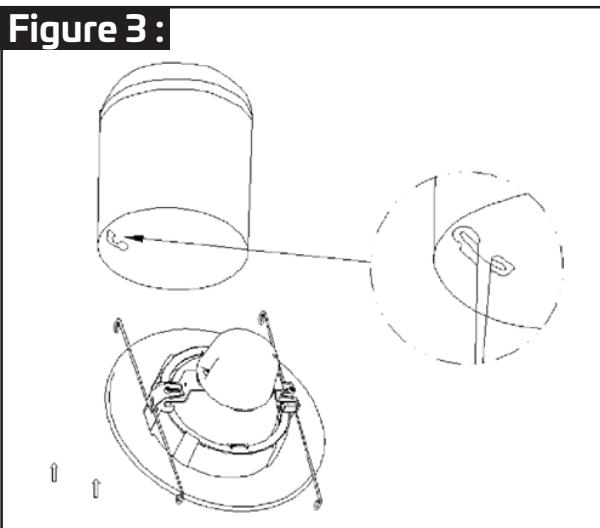

Figure 4:
ÉTAPE 5 : Comme indiqué à la Figure 4 - Appuyez sur le ressort des deux côtés de façon à ce que les ressorts se trouvent des deux côtés de la baïonnette.